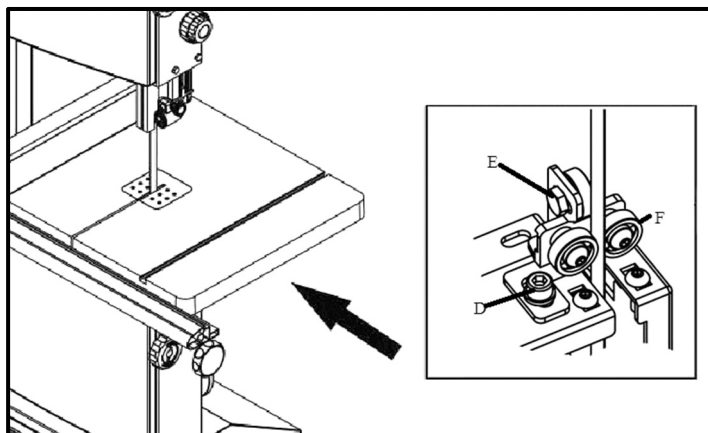

Рисунок 17.
- Ослабьте винт D (рис. 17) и сместите всю нижнюю направляющую пильного полотна, переместите подшипник направляющей на 1-2 мм от нижней части полотна. Затяните винт D.